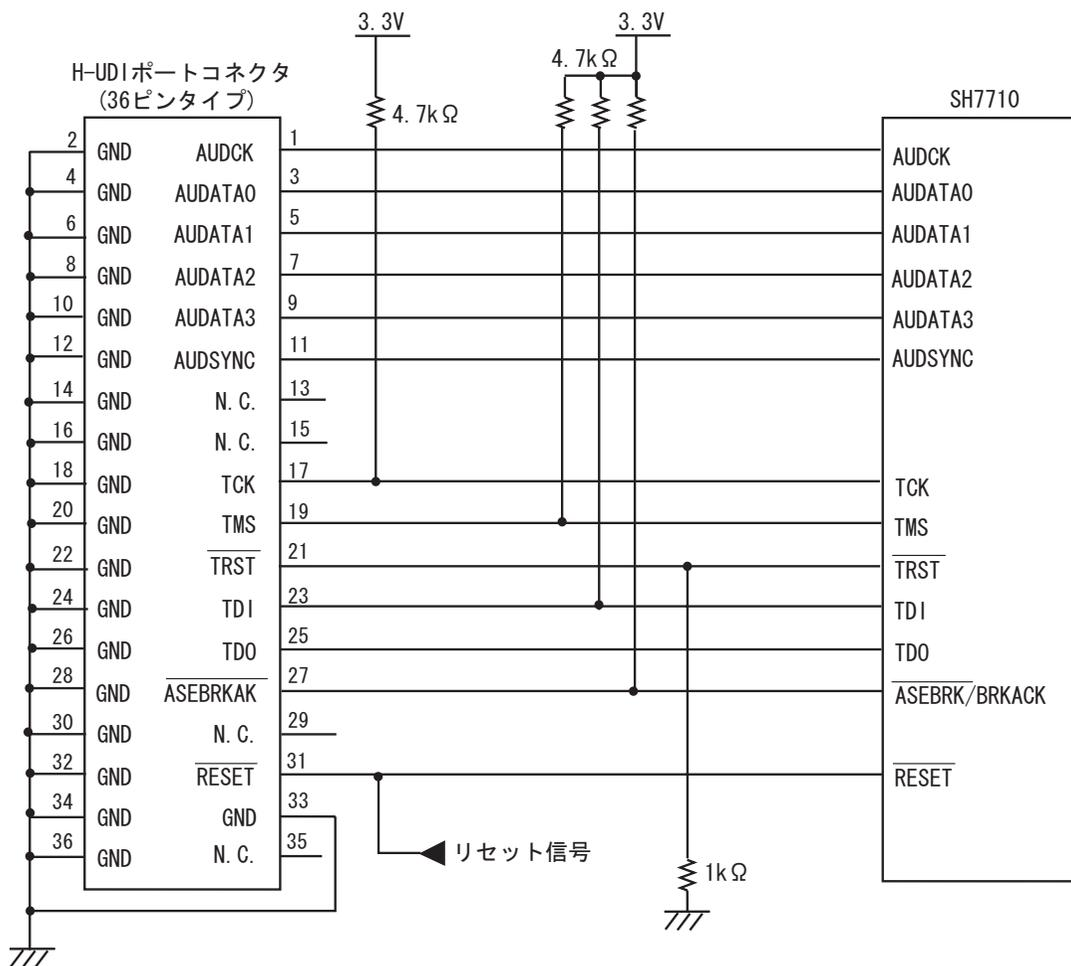

図 1.5 E10A 使用時の H-UDI ポートコネクタ - チップ間の推奨接続例(36 ピンタイプ)
E10A エミュレータ使用時の H-UDI ポートコネクタ(36 ピンタイプ)とチップ間の推奨接続例を図 1.5 に示します。
7. 図 1.5 に記載されている抵抗値は、推奨値です。